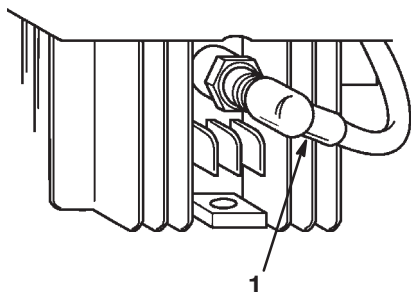

Figure 58
1. Arrêter le moteur et débrancher le fil de bougie (Fig. 58) avant d'installer ou de retirer l'obturateur.
6. Brancher le fil de bougie (Fig. 58).